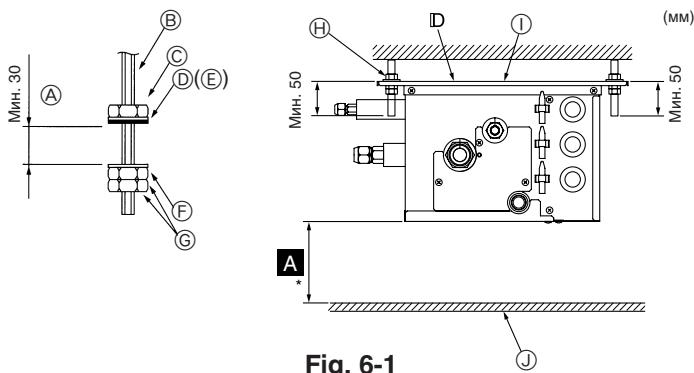

Fig. 6-1
- (2) Наденьте прокладки и гайки (①, ②, приобретаются на месте) на подвесные болты. (Fig. 6-1)
- (3) Повесьте прибор на подвесные болты.
- (4) Полностью затяните гайки (проверьте высоту потолка).
- (5) Воспользуйтесь уровнем для вертикальной регулировки ответвительной коробки.
- Ⓓ Прокладка (с подушкой) ①
- Ⓕ Прокладка (без подушки) ②